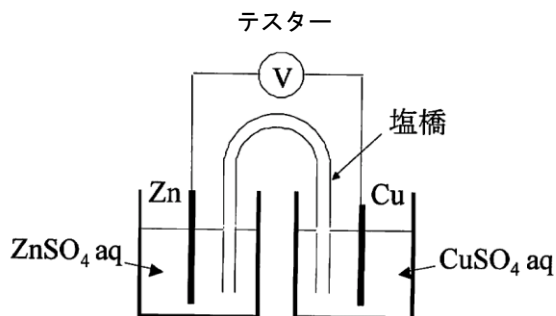

Fig.6.2 ダニエル電池の構成
- Fig.6.2 の電池構成図に示したように、Cu 電極を CuSO4 溶液に、Zn 電極を ZnSO4 溶液に浸す。ふたつのセルをあらかじめ用意されている塩橋でつなぎ、各電極はテスター